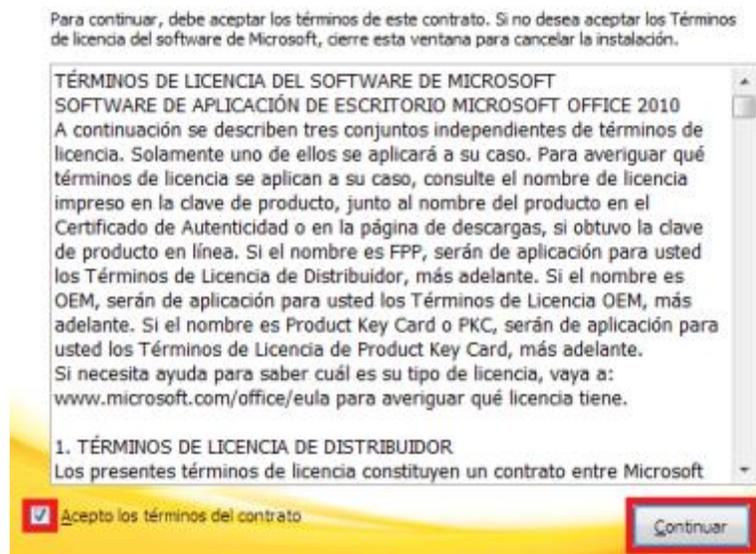

Figura 27 Términos de licencia de Office 2010
5. Lee atentamente los Términos de la licencia, marca la opción Acepto los términos del contrato y haz clic en el botón 'Continuar' (Figura 27).